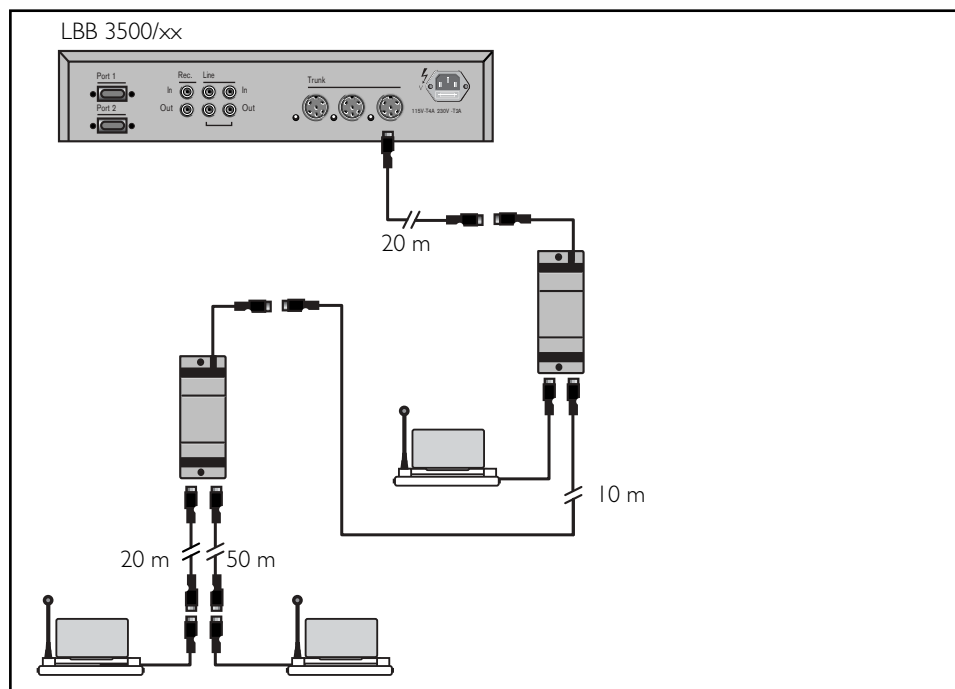

FIG. 10-7 Calcolo delle lunghezze di cablaggio
Come già riportato, la lunghezza di cavo utilizzata in un sistema influisce direttamente sul PCF di tale sistema. Nell'esempio illustrato nella FIG. 10-7, al secondo sdoppiatore in linea sono collegati due cavi di prolunga, lunghi 20 e 50 m. Per la determinazione della lunghezza di cablaggio di una presa di linea o connettore di derivazione viene considerato solo il cavo più lungo - in questo esempio il cavo da 50 m. Quindi, nel presente esempio, la lunghezza totale del cavo di prolunga da una singola presa di linea della CCU è calcolata come $20 (65,6) + 10 (32) + 50 (164) = 80 \text{ m}$.